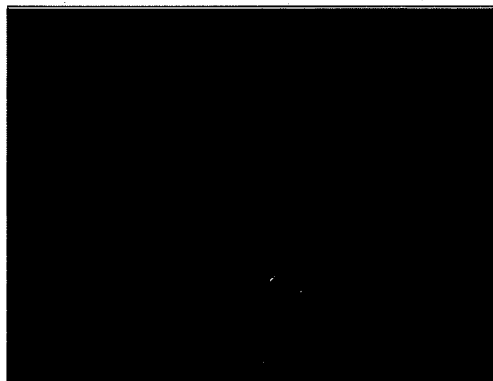

Figura 32
6. Compruebe que el tapón de la manguera de drenaje de recuperación está en su lugar y que esté ajustado (consulte la figura 32).